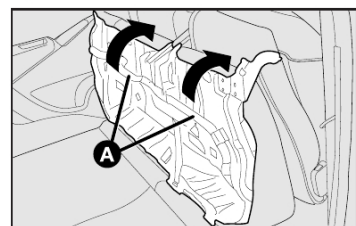

fig. 99
1) Rebater para trás o banco traseiro completo utilizando os puxadores **A-fig. 99**.